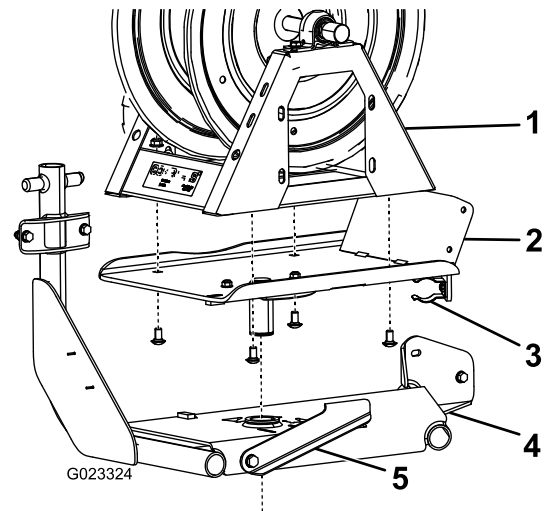

Bild 9
2. Befestigen Sie die Schwenkplatte mit vier Schlossschrauben und vier Bundmuttern ($\frac{3}{8}$ ") an der Unterseite der Schlauchtrommel (Bild 9).
3. Setzen Sie die Schwenkplatte in das Loch am Schlauchtrommelrahmen ein (Bild 9).